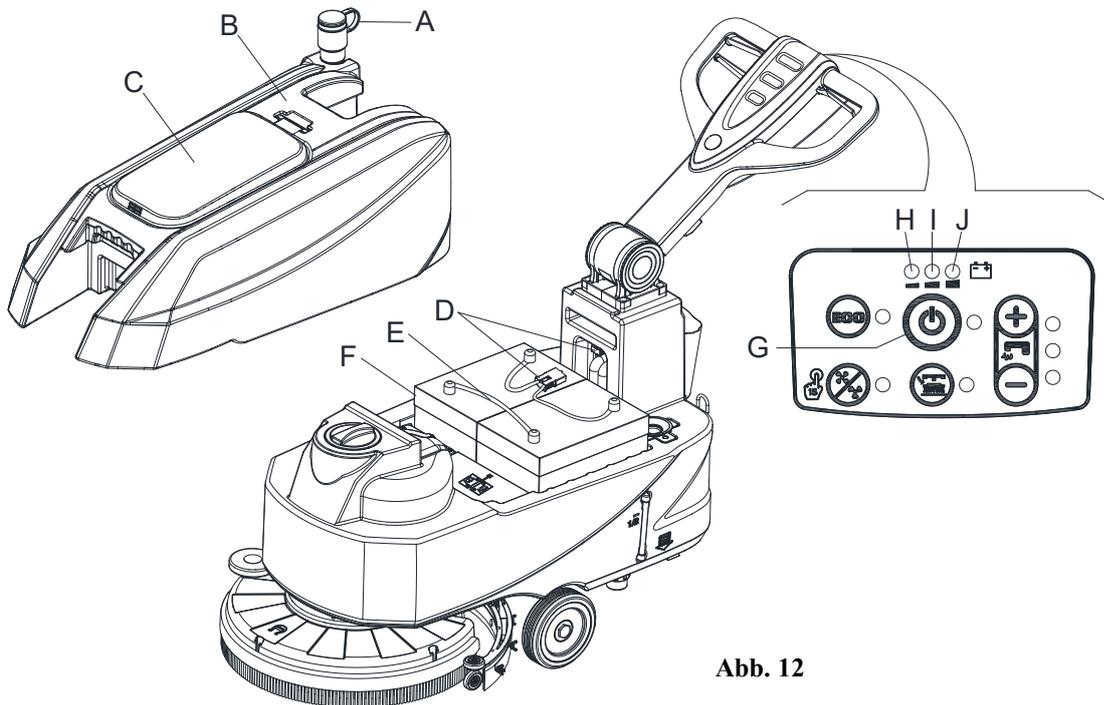

Abb. 12
1. Öffnen Sie den Deckel (C, Abbildung 12), vergewissern Sie sich, dass der Schmutzwassertank (B) leer ist oder entleeren Sie ihn über den Ablaufschlauch (A).
2. Den Schmutzwassertank-Baugruppe (B, Abbildung 12) vorsichtig bewegen.
3. Den Batteriestecker (D, Abbildung 12) anschließen.
4. Den Schmutzwassertank-Einbausatz (B, Abbildung 12) vorsichtig wieder zurückbewegen.
6. Drücken Sie die den Startschalter (G, Abbildung 12).
- Überprüfen Sie den Elektrolytstand in den Akkus (F). Falls erforderlich durch die Kappen auffüllen.
- Ggf. die Oberfläche der Akkus (F) reinigen.
Die Akkus laden, wenn die gelbe (I, Abbildung 12) oder die rote Kontrollleuchte (H) zu leuchten beginnen oder der Reinigungsvorgang abgeschlossen wurde.